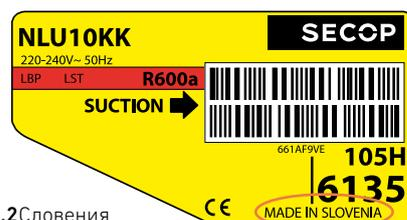

Рис.2 Словения
- для компрессоров, изготовленных в Словении (Рис.2)